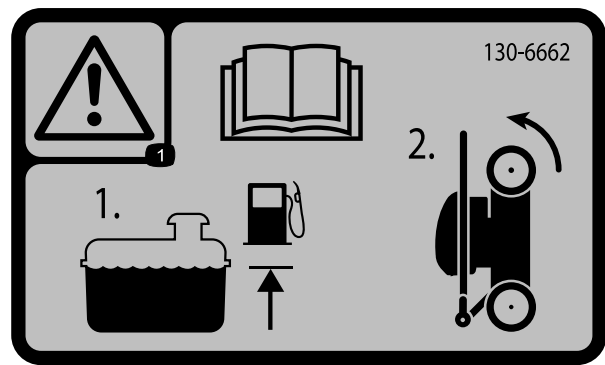

Figure 16
1. Vérifiez que le niveau d'essence dans le réservoir ne dépasse pas la limite recommandée par le constructeur du moteur; voir l'autocollant du constructeur apposé sur le moteur (Figure 16).